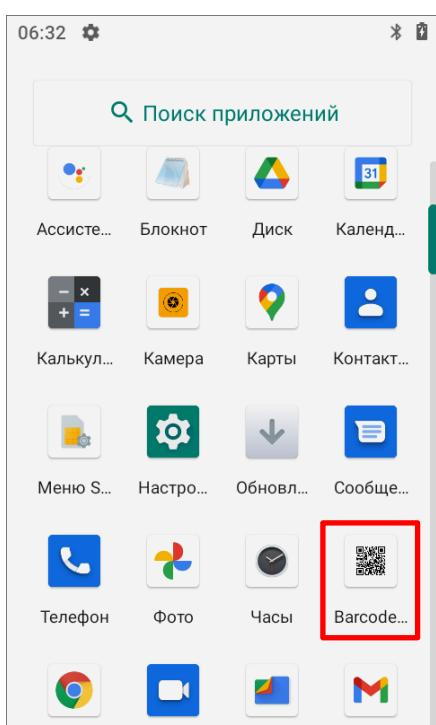

Рисунок 23. Основное меню ТСД
- 3** Выбрать утилиту **Barcode Utility** (рисунок 23) для настройки сканера.